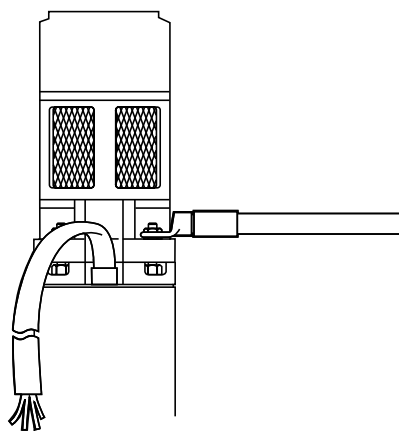

fig. 4
- Schrauben Sie die Befestigungsschrauben diagonal fest, vorzugsweise mit einem Drehmomentschlüssel (**fig. 4**) mit Werten 18Nm.